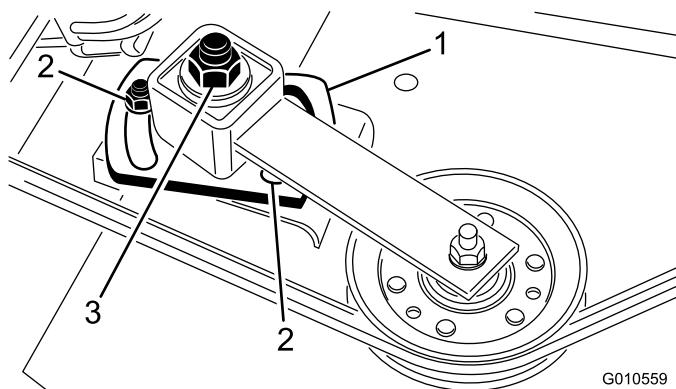

Figura 30
- Utilize uma chave e chave dinamométrica para apertar a porca de ajuste intermédia a 47 a 54 N m (Figura 30).